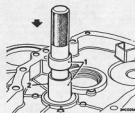

Abb. F.26
51. Werkzeug 18G 1126 mit seiner Außenhülse verwenden und Mittellaufrollenlager bis auf die durch die Hülse bestimmte Tiefe in das Gehäuse einreiben, Abb. F.26.